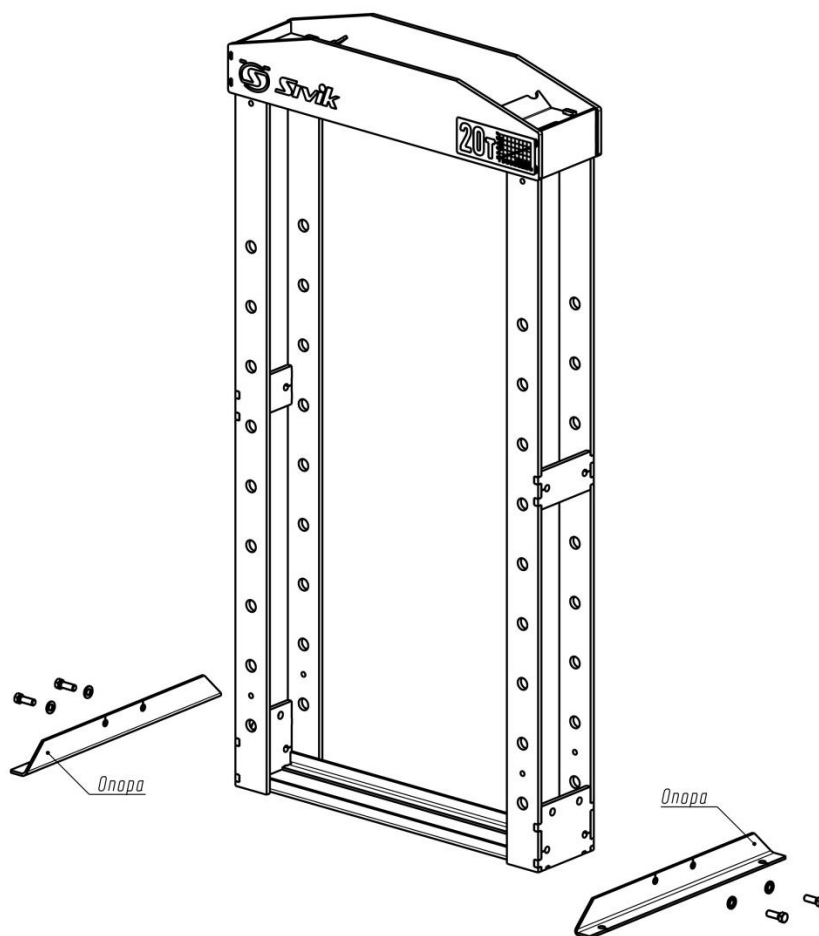

Рисунок 2
4.3 Установите пресс на ровной, горизонтальной поверхности и установите опоры (Рис.2). С помощью гаечных ключей на 19 закрепите опоры болтом М12х35 и самоконтрящейся гайкой, через плоскую шайбу. В опоре пресса предусмотрены отверстия для закрепления оборудования анкерными болтами (в комплект поставки не входят) на поверхности пола.